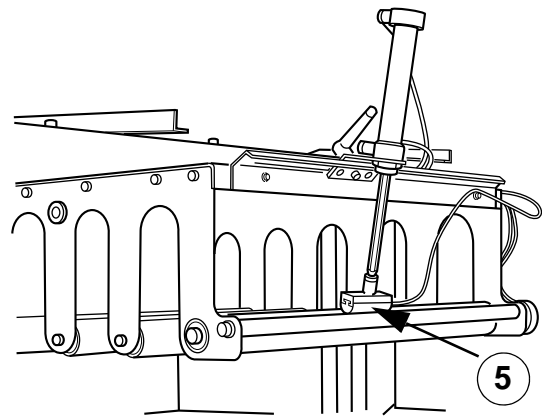

Fig. 15 Regolare il contatore a scintilla
- 5 Regolare l'elettrodo del contatore a scintilla in modo che la distanza tra elettrodo e asta sia di circa 2 mm. Fare riferimento alla Fig. 15.